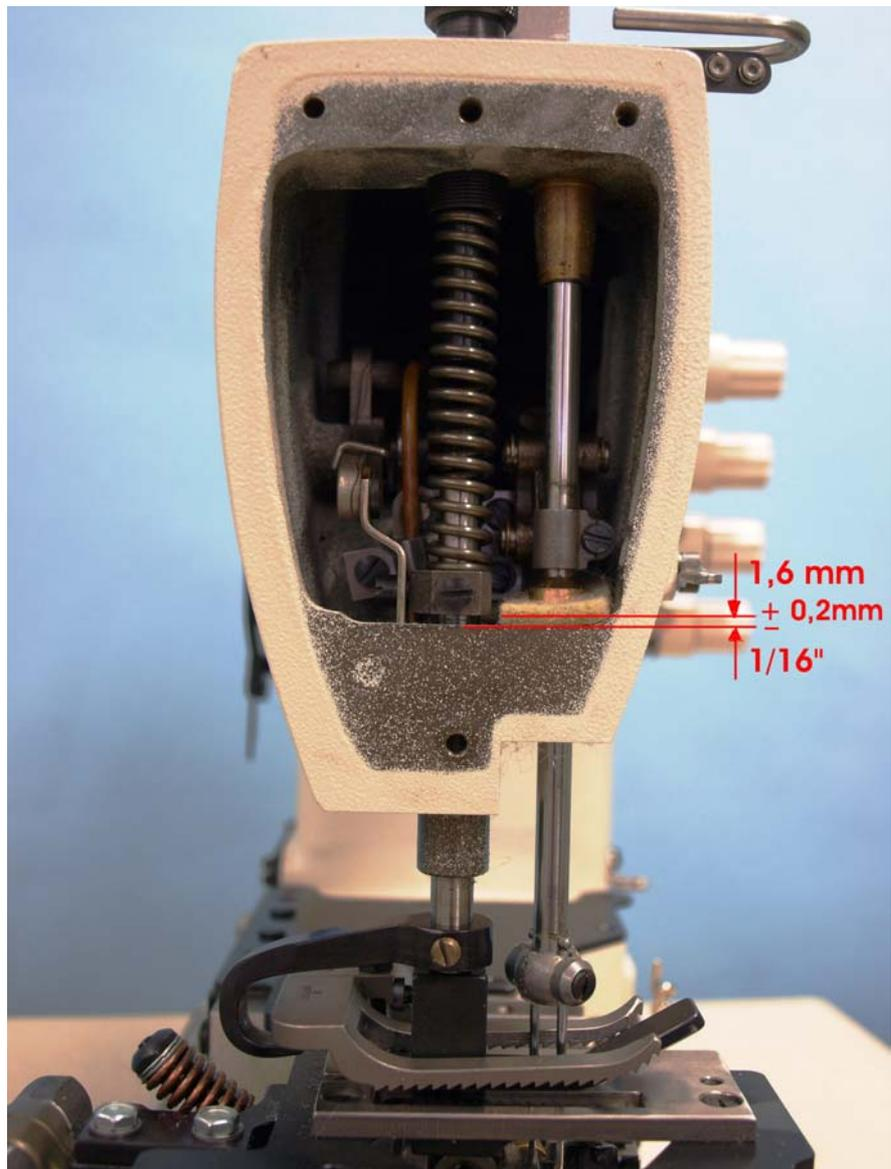

Fig. 15
Presser bar connection and guide 51257M have to be adjusted in such a way that when the presser foot rests on the throat plate there should be a distance of  $1/16''$  ( $1.6 \text{ mm} \pm 0.2 \text{ mm}$ ) between lower edge of the presser bar connection and guide housing (Fig. 15). Adjustment is made by turning handwheel to position needle bar at bottom of stroke. Loosen screw (F) and while holding presser foot down on throat plate, position presser bar connection and guide as required to attain specified clearance and retighten screw.
Die Drückfußstangenverbindung und -führung 51257M muss, wenn der Drückfuß auf der Stichplatte aufliegt so eingestellt sein, dass zwischen der Unterkante der Drückfußstangenverbindung und -führung und dem Gehäuse ein Abstand von  $1,6 \text{ mm} \pm 0,2 \text{ mm}$  besteht (Fig. 15).